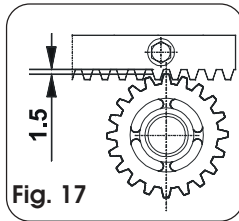

Fig. 17
- Finalizada la instalación de la cremallera, para garantizar un correcto engranaje con el piñón, es conveniente bajar unos 1,5 mm (Fig.17) la posición del motorreductor.